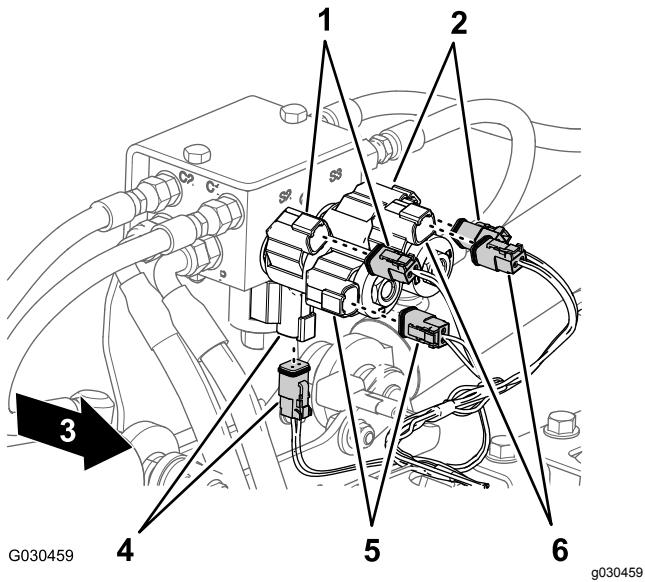

図 26
5. 機体後部で、昇降シリンダマニホールド用の2ソケッ トコネクタ図 26を、以下のように外す